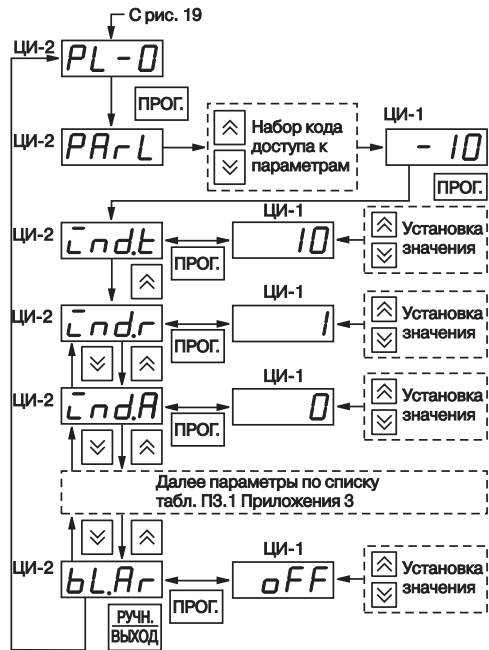

Рис. 21. Схема установки программируемых параметров на уровне PL-0
7.2.5. **Уровень PL-0** включает в себя программируемые параметры общего назначения, см. табл. ПЗ.1, схема установки параметров – на рис.21.